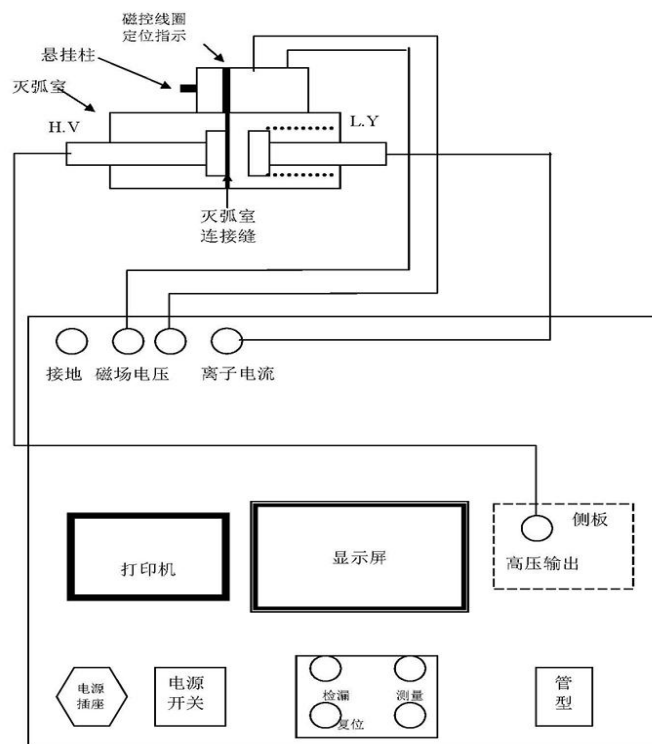

图 2 真空开关真空度测试仪
仪器面板如图 2 所示,检漏键用于对真空管真空度进行初步的判断,测量键用于施加高压及强电磁场对真空管真空度进行定量测试。在仪器背板上左边有一个高压输出端子,可用高压线连到真空管的一个触头上。离子电流输入端连接到真空管的另一个触头上。磁场电压两输出端应接到励磁线圈的两个接线端子上。接地端用于仪器外壳的
(1) 将真空弧室开距，并清洁其表面，然后按图 2 所示悬挂好励磁线圈，并连接好连线，并通过拔码开关输入灭弧室管型。